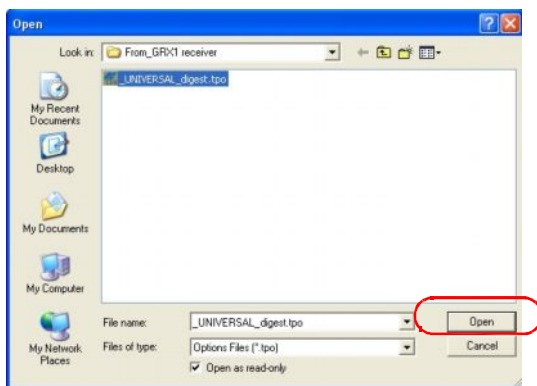

Рис. 5-6. Загрузка файла с кодами активации дополнительных опций
3. Перейдите в каталог, где находится новый файл с кодами активации дополнительных опций, выделите этот файл и нажмите кнопку Open (Рис. 5-6).